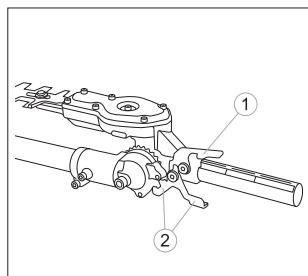

fig. 25
2. Drücken Sie mit dem Zeigefinger der linken Hand den Verriegelungsknopf. Drücken Sie mit dem Daumen der linken Hand den Knopf des Schnappverschlusses (Abb. 25).